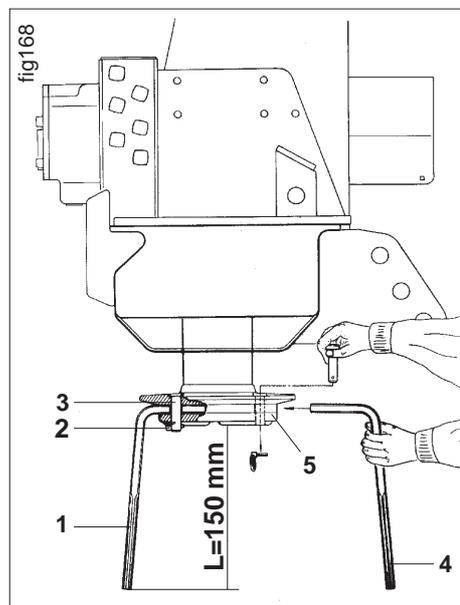

Fig. 19.6
Les dents (fig. 19.6/1) de l'outil de préparation de sol sont fabriquées dans un acier au Bore durci, extrêmement résistant. Il est normal que les dents s'usent en cours de travail (pièce d'usure). Elles doivent être au plus tard remplacées lorsque leur longueur atteint $L_{min.} = 150$ mm (voir fig. 19.6). Toutefois, si les travaux de préparation de sol s'effectuent à profondeur importante, le remplacement des dents doit s'effectuer plus fréquemment afin d'éviter d'endommager ou d'user les porte-dents (fig. 19.6/5).
Les dents (fig. 19.6/1) sont fixées dans les fourreaux (fig. 19.6/5) des porte-dents. Pour remplacer une dent :
- Retirez la goupille (fig. 19.6/2) de l'axe de fixation (fig. 19.6/3).
- Chassez l'axe (fig. 19.6/3) vers le haut, hors du porte-dents.
- Retirez la dent usée (fig. 19.6/1) hors de son fourreau, introduisez la dent neuve dans le fourreau, fixez-la en brochant
l'axe (fig. 19.6/3) que vous goupillez en sécurité à l'aide d'une goupille agricole (fig. 19.6/2).